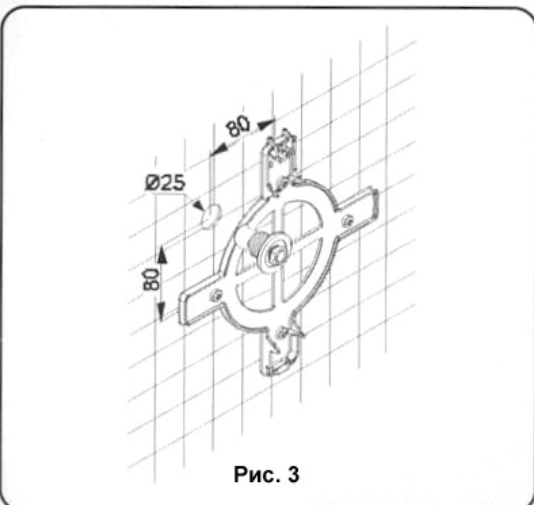

Рис. 3
Установите кабельную муфту (15) в верхнем левом углу монтажного кронштейна в соответствии с размерами, показанными на рис. 3. Закрепите кабельную муфту на внешней стороне бассейна с помощью соединительной шпильки (№ 21) и гайки кабельной муфты (22).